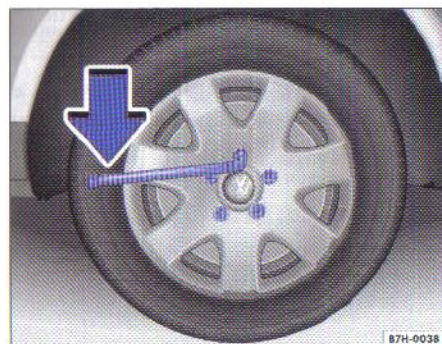

Fig. 25 Înlucirea roții: Slăbirea șuruburilor de roată
- Împingeți cheia de roată până la capăt, pe prezon ⇒ fig. 25.